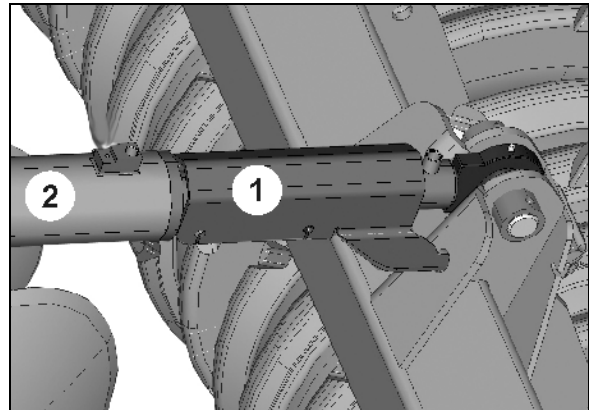

Рис. 31
1. Зафиксируйте гидравлический цилиндр (Рис. 31/2) входными фиксаторами (Рис. 31/1).